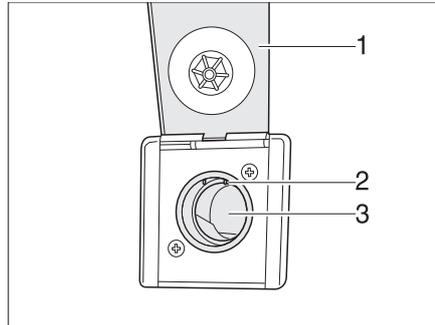

Bild 150 Schlauchanschluss
- Klappe (Bild 150,1) am Schlauchanschluss anheben.
- Schlauch mit einer leichten Drehung in die Öffnung (Bild 150,3) schieben. Sobald die Kontakte am Schlauchende die Kontakte im Schlauchanschluss (Bild 150,2) berühren, startet der Staubsauger automatisch.